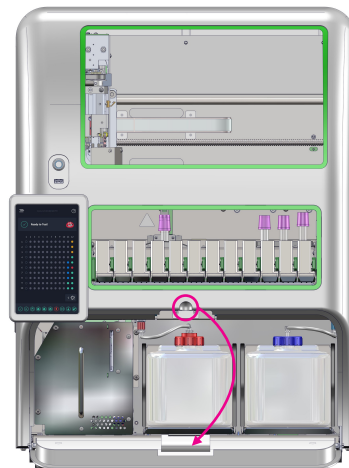

Figura 60
1. Abra a porta frontal para acessar o compartimento de frascos (Figura 60).